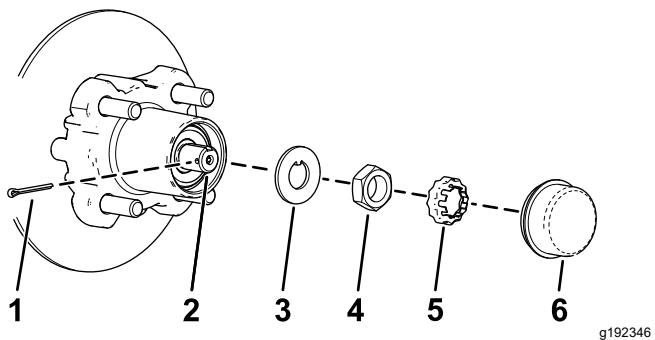
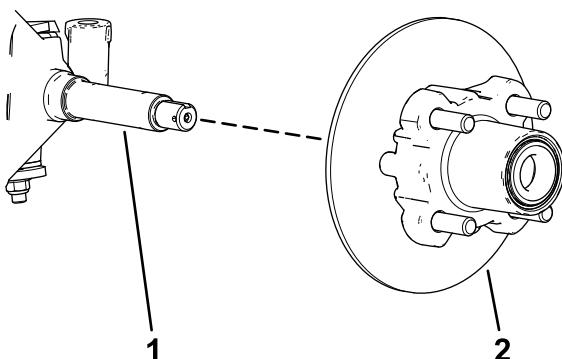

Рисунок 31
Рисунок 32
4. Снимите пылезащитную крышку со ступицы (Рисунок 31).
5. Снимите шплинт и держатель гайки с оси и гайки оси (Рисунок 31).
6. Снимите гайку оси с оси и отделяйте ступицу и тормозной диск в сборе от оси (Рисунок 31 и Рисунок 32).